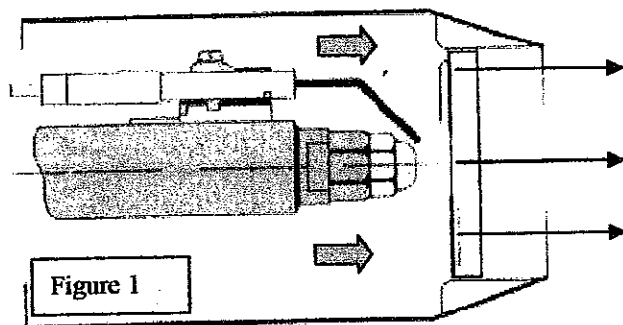
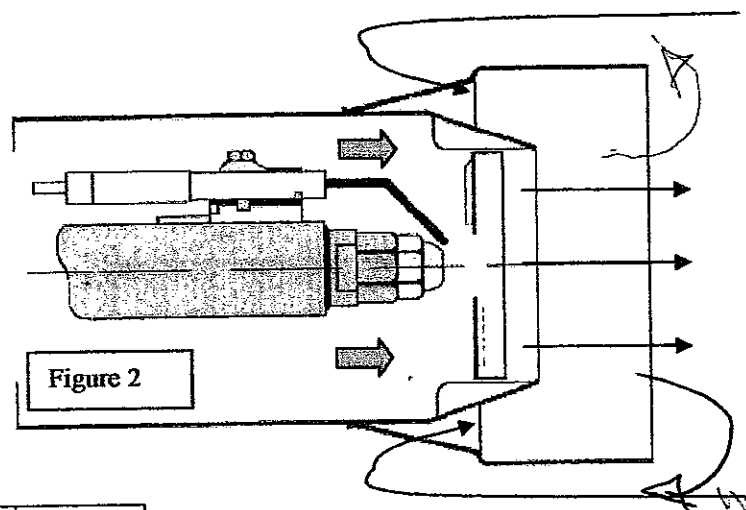

Figure 1
Figure 2
- Le schéma de principe de deux têtes de brûleur fioul, fig.1 tête classique à convergent, fig.2 tête convergent avec bol de recyclage.